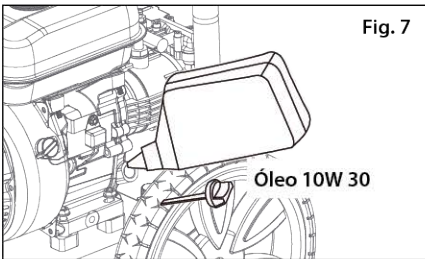

Fig. 7
**Fig. 7** - Coloque a lavadora numa superfície plana e estável. Retire uma ou ambas as varetas do depósito de óleo. Cuidadosamente, adicione até 520ml de óleo de motor 4 Tempos (SAE 10W30) até que o óleo atinja a borda externa do orifício do reservatório (orifício da vareta). Certifique-se de colocar as varetas antes de ligar o motor. Para verificar o nível do óleo no reservatório, coloque a lavadora numa superfície plana, de seguida retire a vareta, limpe o óleo presente na mesma e insira a vareta novamente, para finalizar retire a vareta e verifique o nível do óleo.